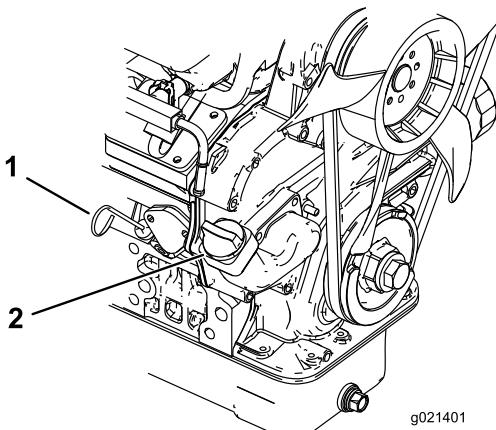

Figura 20
2. Retire la varilla (Figura 20) y límpiela con un paño limpio. Introduzca la varilla en el tubo, asegurándose de que entre a fondo. Retire la varilla y verifique el nivel de aceite.
- 3. Si el nivel de aceite es bajo, retire el tapón de llenado (Figura 20) y añada suficiente aceite para elevar el nivel a la marca Full (lleno) de la varilla.